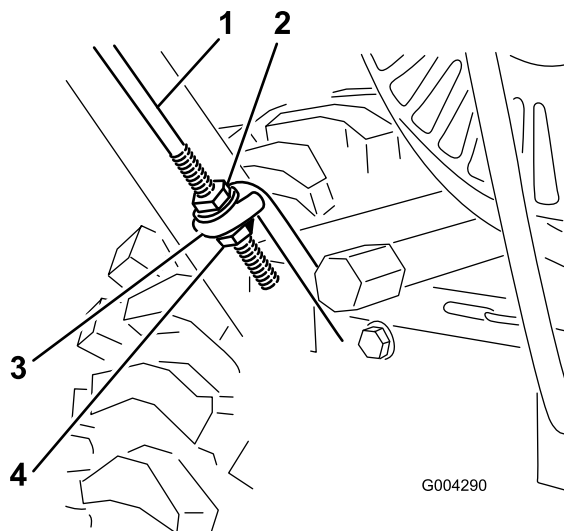

Figure 4
3. Vissez un écrou à embase (pas le contre-écrou à embase), embase en bas, sur la tige de commande de déplacement fixée au côté gauche du guidon (Figure 4).
4. Placez le côté gauche du guidon en appui contre le côté de la machine et insérez le bout de la tige de déplacement dans la boucle (Figure 4).
- Vissez le contre-écrou à embase (embase en haut) sur le bas de la tige de commande de déplacement, sous la boucle (Figure 4).